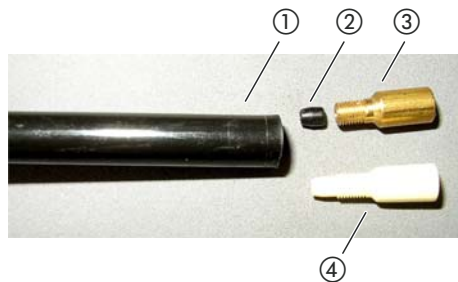

Fig. 6: Filtro capilar
- 3 Coloque la junta cónica, véase fig. 6 en página 19.